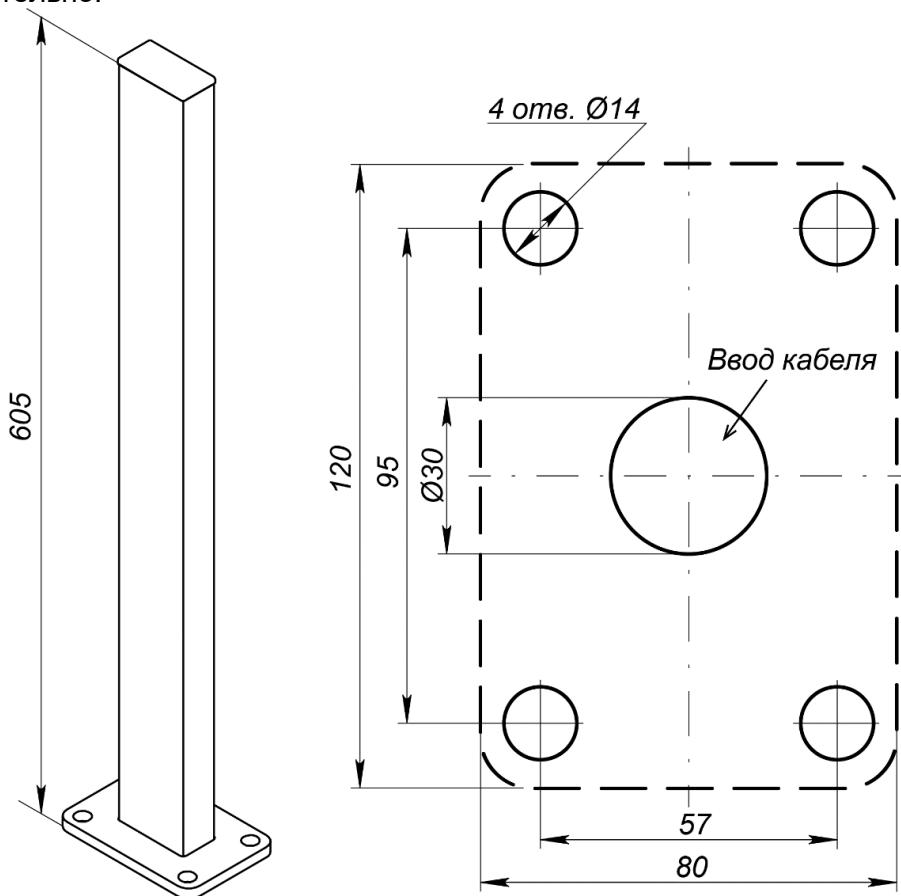

Рисунок 22. Внешний вид и схема разметки отверстий для установки стойки для фотоэлемента безопасности **PERCo-GDS1**
Фотоэлемент безопасности может устанавливаться на стойке **PERCo-GDS1** (входит в дополнительный комплект поставки) (см. рис. 22).
- Выполните в установочной поверхности отверстия под гильзы анкеров в соответствии со схемой разметки (см. рис. 22), а также штробы для проводов питания и соединения при необходимости. Размер отверстий на схеме указан для анкеров типа PFG IH8